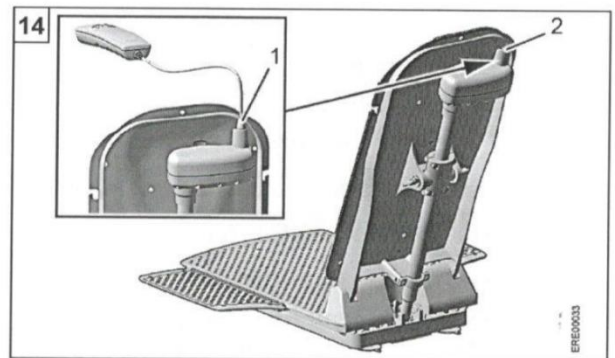

Рис. 11
6. Підключіть гніздо (див. Рис. 11; 1) на кабелі пульта ручного керування до штепсельного роз'єму (див. Рис. 11; 2) на приводі, доки він характерно не заглибиться.
2. Опустіть сидіння максимально низько наскільки це можливо за допомогою кнопки «Down» («Вниз») (див. Рис. 11; 5). Перевірте наступні нюанси:
2. Натисніть кнопку «Emergency Stop» (див. Рис. 12; 1) або від'єднайте шнур (див. Рис. 11; 1) від приводу ручного керування. Сидіння одразу зупиниться.
3. Повністю від'єднайте роз'єм (див. Рис. 11; 1) на кабелі пульта ручного керування з гнізда (див. Рис. 11; 2) на приводі.